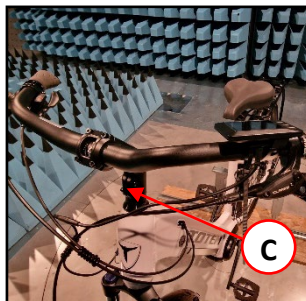

Figura 3 – Regolazione altezza manubrio.
6. Regolare l'altezza del manubrio tramite l'apposito canotto regolabile. Svitare le due viti di fissaggio, regolare l'altezza e serrare nuovamente le viti (Rif. C Figura 3).